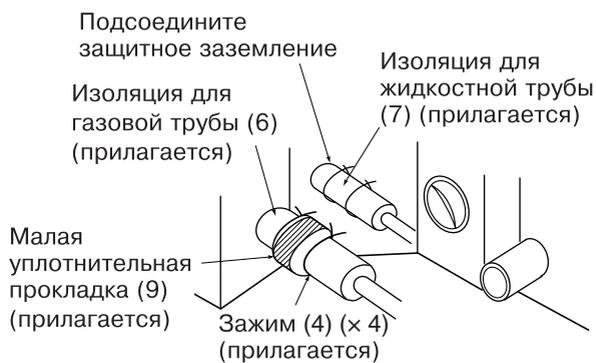

Рис. 23
- После контроля отсутствия утечек газа внимательно проследите за выполнением работ по тепловой изоляции в местах соединения труб, полностью руководствуясь приводимым ниже рисунком и используя прилагаемые теплоизоляционные материалы для арматурных элементов (6) и (7). (Закрепите оба конца с помощью зажимов (4).) (См. рис. 23)
- Обматывайте уплотнительной подушкой (9) только изоляцию стыков на стороне газопровода.